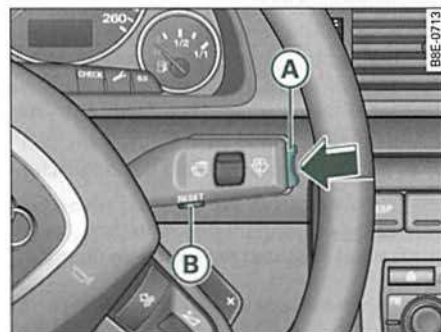

Fig. 27 Palanca del limpiaparabrisas: Tecla Reset y selector
Funciones de la tecla **Reset** (B) ⇒ fig. 27 y del **selector** (A) ►
- Seleccione la función **Ayuda** con el selector ⇒ *página 42, fig. 27.*
- Pulse la tecla **Reset** ⇒ *página 42, fig. 27.* Se visualiza el menú inicial ⇒ *página 42, fig. 26.*
- Pulse el selector $\Rightarrow$ *página 42*, fig. 27 varias veces hasta que visualice la opción **Ajustar**.
- Pulse el selector $\Rightarrow$ *página 42*, fig. 27 hasta que se active (fondo rojo) la línea deseada $\Rightarrow$ fig. 31.
- Seleccione con el selector ⇒ *página 42*, fig. 27 la opción **Ajustar** ⇒ fig. 33.
- Seleccione con el selector ⇒ *página 42*, fig. 27 la opción **Fecha** ⇒ *página 46*, fig. 35.
- Seleccione con el selector ⇒ *página 42*, fig. 27 la opción **Retorno** ⇒ fig. 37.